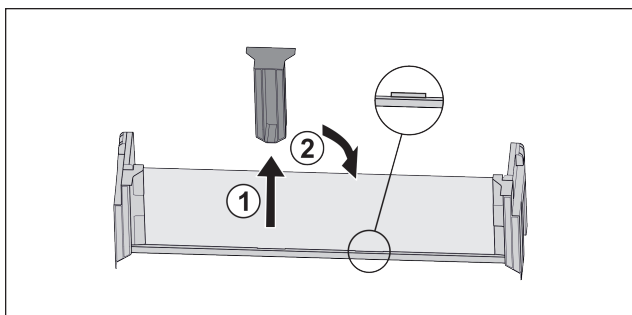

Fig. 103
- ▶ Estrarre l'elemento di supporto centrale Fig. 103 (1).
- ▶ Inserire l'elemento di supporto centrale sulla seconda posizione Fig. 103 (2).